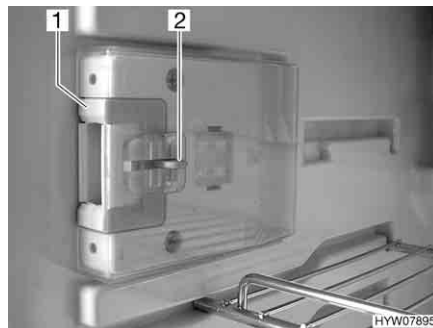
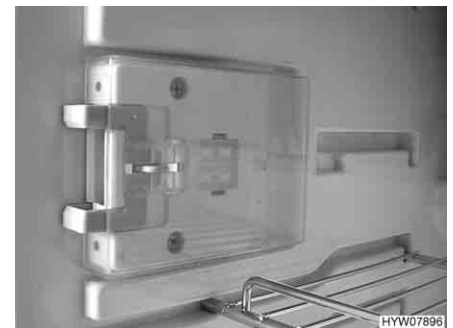

Fig. 201 Dispositivo de cierre en posición normal
Fig. 202 Dispositivo de cierre en posición de ventilación
■ Hundir el desbloqueo (Fig. 201,2).
■ Empujar el dispositivo de cierre (Fig. 201,1) hacia delante (Fig. 202).